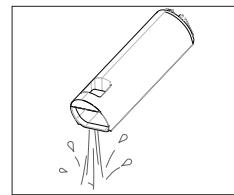

Fig. 10 – Vider le réservoir d'eau
- ▶ Videz le réservoir d'eau sale dans un lavabo et rincez-le à l'eau claire (**voir Fig. 10**).